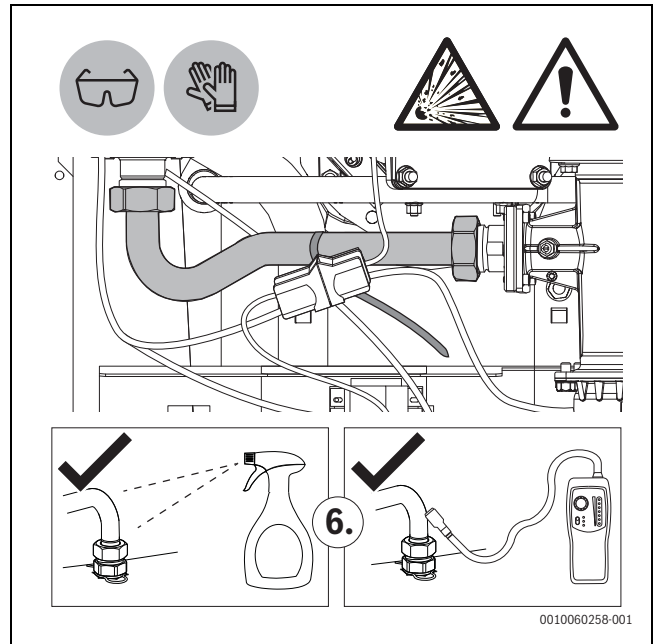

Fig. 11 Tæthedskontrol
- Når det nye rør er monteret, så udfør en tæthedskontrol ved hjælp af en lækagespray (→fig. 11).